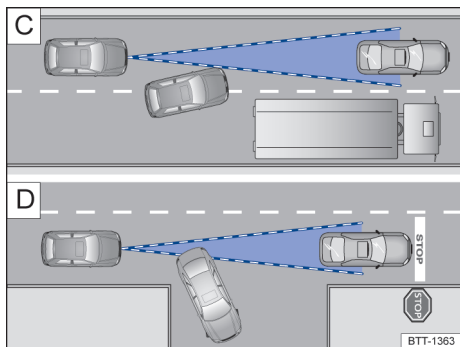

Fig. 127 [C] Mudança de faixa. [D] Veículo virando e outro parado.
Se, por exemplo, um veículo detectado pelo ACC vira ou se afasta e diante do mesmo se encontra um veículo parado, o ACC não irá reagir diante deste último → [Fig. 127 \[D\]](#).
- Em caso de veículos que mudem para a faixa onde você se encontra com pouca distância do veículo → [Fig. 127 \[C\]](#).